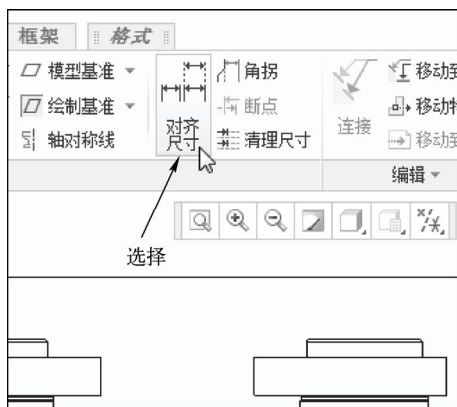

图 14-87 单击“对齐尺寸”按钮
STEP 03 在“注释”面板中单击“对齐尺寸”按钮, 如图 14-87 所示。